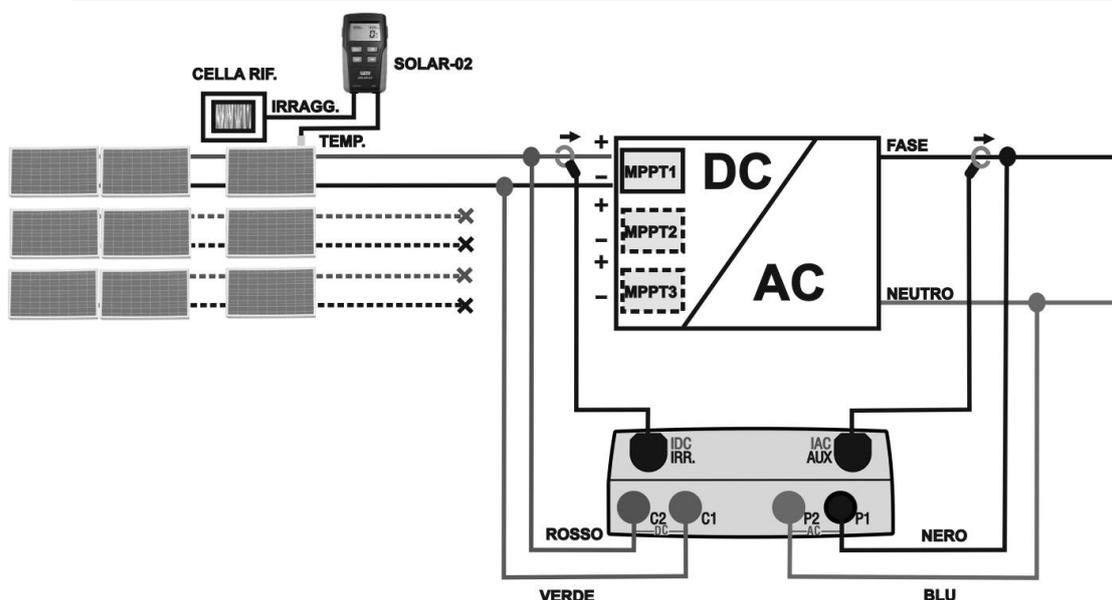

Fig. 4: Ligação do instrumento para o teste em instalações FV Monofásicas
5. No caso de inversores equipados com mais do que um rastreador de energia (MPPT) **deixar ligada apenas a bateria de painéis (stringa) correspondente ao primeiro MPPT** como se mostra na Fig. 4. Depois, será necessário repetir as operações a seguir indicadas, deixando ligada apenas a bateria de painéis conectada ao segundo MPPT, ao terceiro, etc.
8. Ligar as entradas **C2** e **C1** respetivamente aos pólos positivo e negativo da saída da bateria de painéis (stringa). Ligar as entradas **P1**, **P2** aos condutores de Fase e Neutro respeitando as cores indicadas na Fig. 4
10. Ligar a pinça de corrente CC ao condutor positivo na saída da bateria de painéis (stringa) **respeitando o sentido da seta** existente na referida pinça conforme o indicado na Fig. 4. Colocar a pinça o mais afastado possível do inverter e evitar que o toróide esteja nas proximidades do condutor negativo.
11. Ligar a pinça CA ao condutor de Fase L1 **respeitando o sentido da seta** existente na referida pinça conforme o indicado na Fig. 4. Colocar a pinça o mais afastado possível do inverter e evitar que o toróide esteja nas proximidades do condutor Neutro. Ligar a saída da pinça à entrada **ICA** do instrumento.